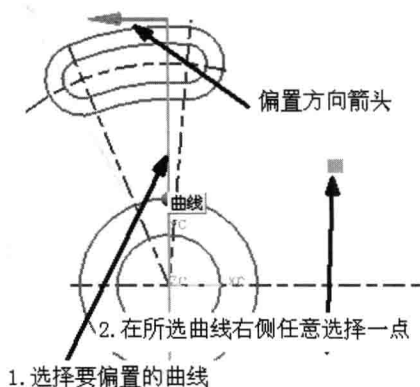

图 1-47
继续偏置曲线, 在图形中选择如图 1-47 所示的要偏置的曲线, 然后在 指定点 (1) 区域选择  (自动判断的点) 图标, 在图形中所选曲线的右侧任意选择一点, 如图 1-47 所示, 出现偏置方向箭头, 如图 1-47 所示。